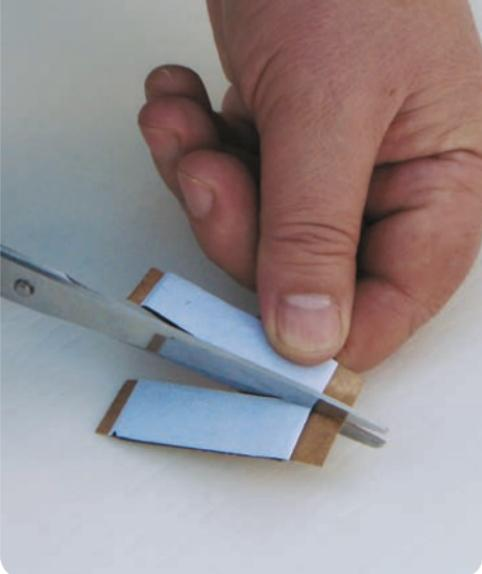

Рис. 11. Разрезание битумной изоляции на 2 части
10. Изолируйте линии отреза медной шины (рис. 11–14). На рис. 5 эти места отмечены значком ■■■. При разрезании полосы термопленки на более короткие отрезки необходимо тщательно заизолировать места разреза медной шины, включая серебряные контакты, соединяющие медную шину с карбоновыми нагревательными полосами.